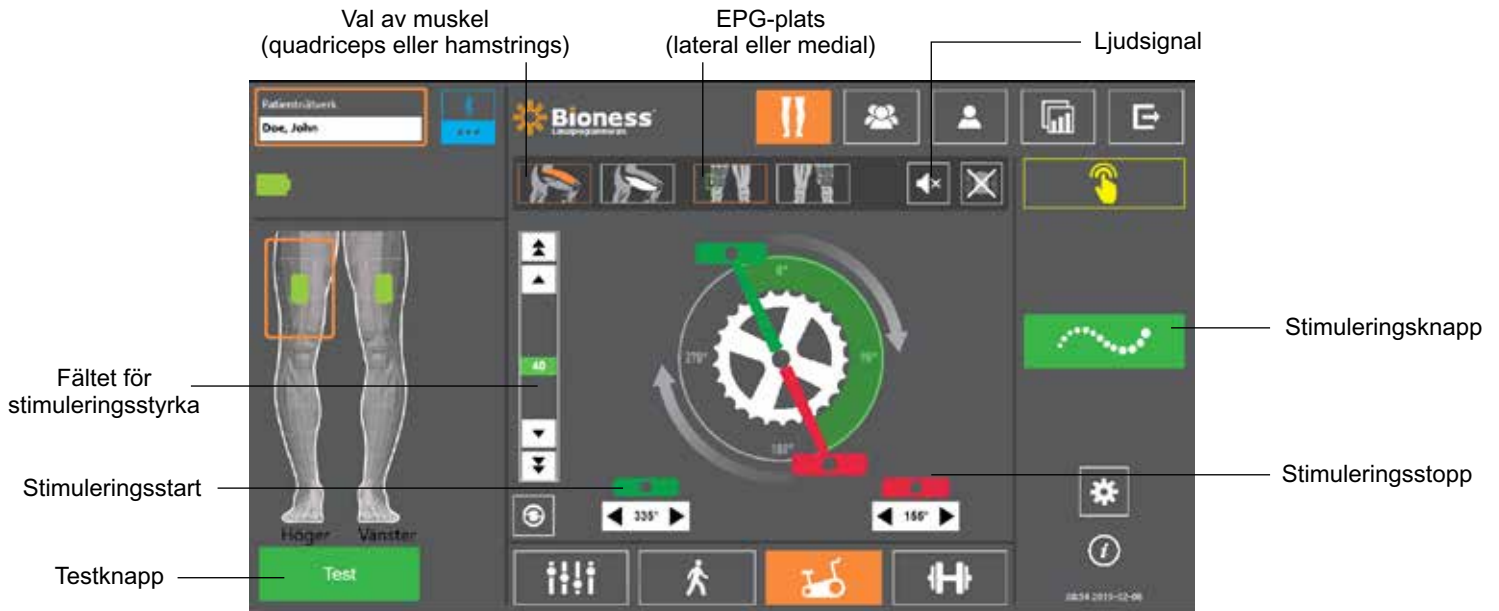

Bild 9-8: Programera stimulering, skärmen med cykelträningstillägg
- Tryck på ikonen för cykelträningsskärmen . Se bild 9-8.
- Välj tillämplig muskelgrupp (quadriceps eller hamstrings) för manschetten Thigh Stand-Alone genom att trycka på tillämplig muskelvals-knapp . Valet markeras i orange. Se bild 9-8.
- Välj EPG-enhetens fysiska placering (lateral eller medial) för manschetten Thigh Stand-Alone genom att trycka på EPG-platsikonen . Valet omges av en grön ruta. Se bild 9-8.
- För nya patienter ska du säkerställa att stimuleringsstyrkan är inställd på 0 med pilarna på fältet för stimuleringsstyrka. Se bild 9-8.
- Tryck på testknappen för att spara inställningen och aktivera stimulering. Öka successivt stimuleringsstyrkan till önskad nivå med hjälp av pilarna i fältet för stimuleringsstyrka. Se bild 9-8.
15. Finjustera stimuleringsstyrkan när patienten cyklar. Se bild 9-8.
**Obs!** Aktivering av ljudsignalsindikatorn kan hjälpa till att optimera inställningarna för start och stopp av stimulering. Se bild 9-8. Palpering av muskeln kan hjälpa till att avgöra när muskelsammandragning inträffar.